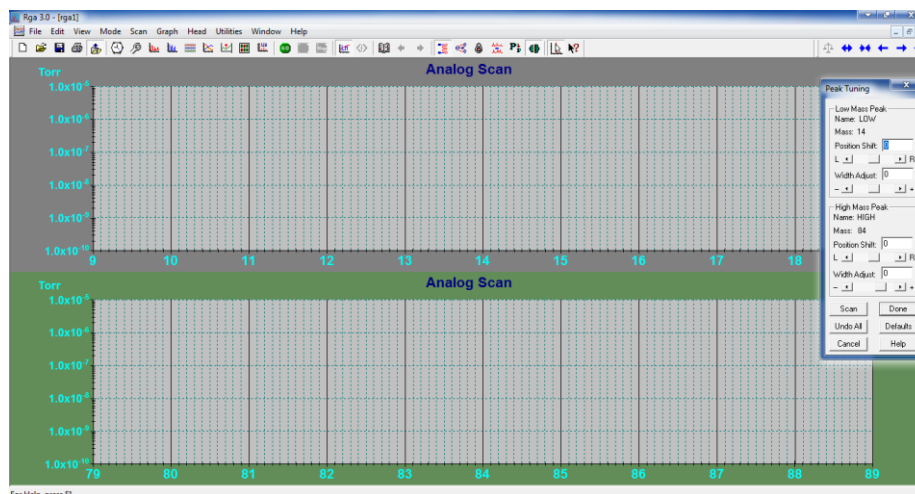

Рисунок 7. Окно калибровки по шкале масс
- 7 В окне, появившемся после выполнения предыдущего действия (рис.7) нажать **Scan** и дождаться окончания сканирования.